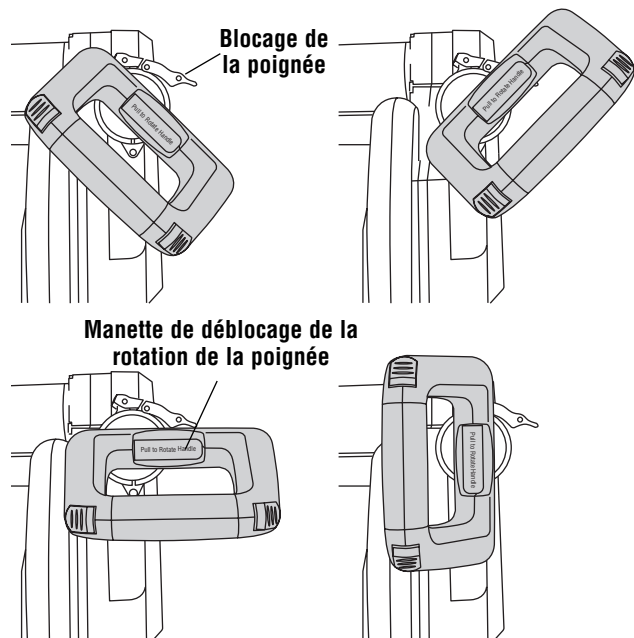

Figure 16. Réglage de la position de la poignée principale
1. Desserrer le blocage de la poignée (Figure 16).
2. Tirez sur la manette de déblocage de la rotation de la poignée et tenez-la (Figure 16).
4. Relâchez la manette de déblocage pour asseoir la poignée à sa place. La manette ne peut se rétracter que dans l'une des quatre (4) positions.